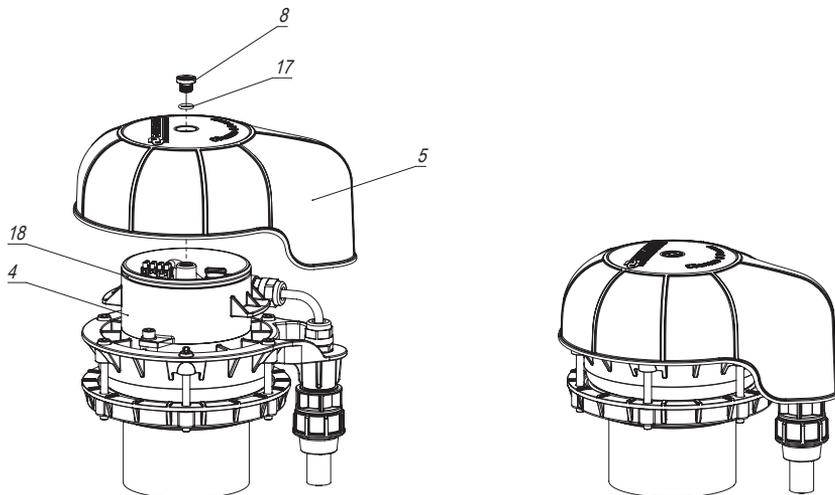

Рисунок 8
На корпус (4) с уплотнительным кольцом (18) устанавливается (рисунок 8) крышка и фиксируется винтом (8) с уплотнительным кольцом (17).